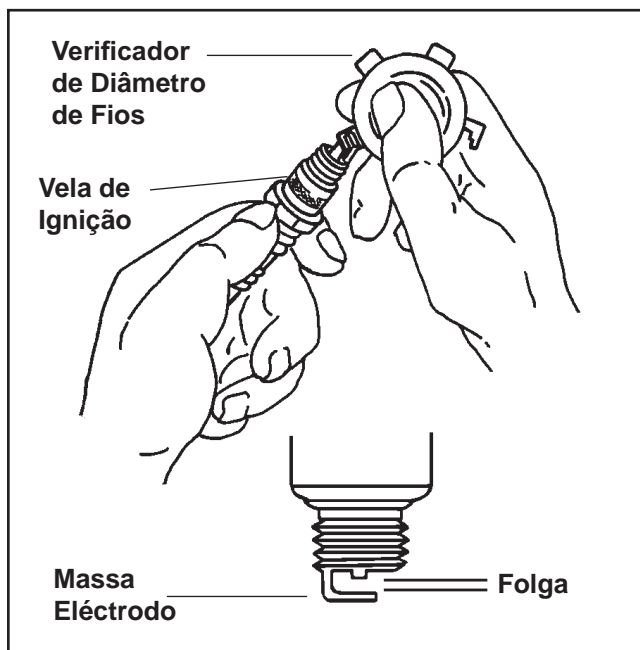

Figura 8-1. Assistência Técnica à Vela de Ignição.
3. Verifique a folga utilizando um apalpa-folgas. Ajuste a folga dobrando cuidadosamente o eléctrodo de terra. Consulte a Figura 8-1. Folga das velas CH11-15 até 1,02 mm (0,040 pol.). Folga das velas CH16 até 0,76 mm (0,030 pol.).